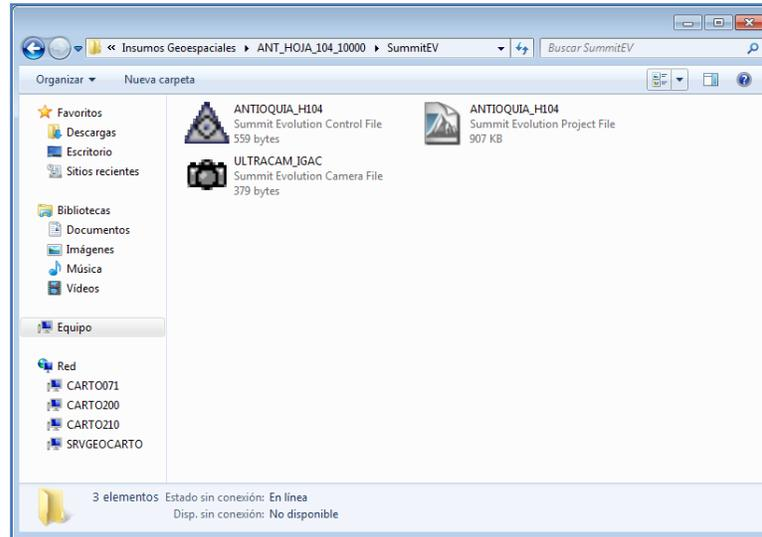

Figura 13. Copiado archivos Summit del proyecto
1. Copie en el disco local según estructura de carpetas aprobadas para el proceso, los archivos Summit del proyecto asignado ubicado en I:\Insumos Geoespaciales\Nombre\_del Proyecto\SummitEV los archivos son los siguientes:(Ver Figura 13)